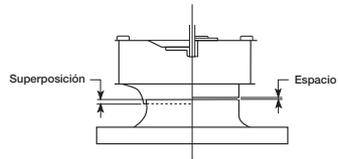

Figura 4
11. Gire la rueda con la mano para asegurarse de que no haya fricción y que gire libremente. La posición de la rueda está predeterminada y la unidad se somete a pruebas de funcionamiento en la fábrica. Es posible que se produzcan movimientos durante el envío y que sea necesaria una realineación. Consulte la Figura 4 y la tabla para ver las dimensiones apropiadas de superposición.